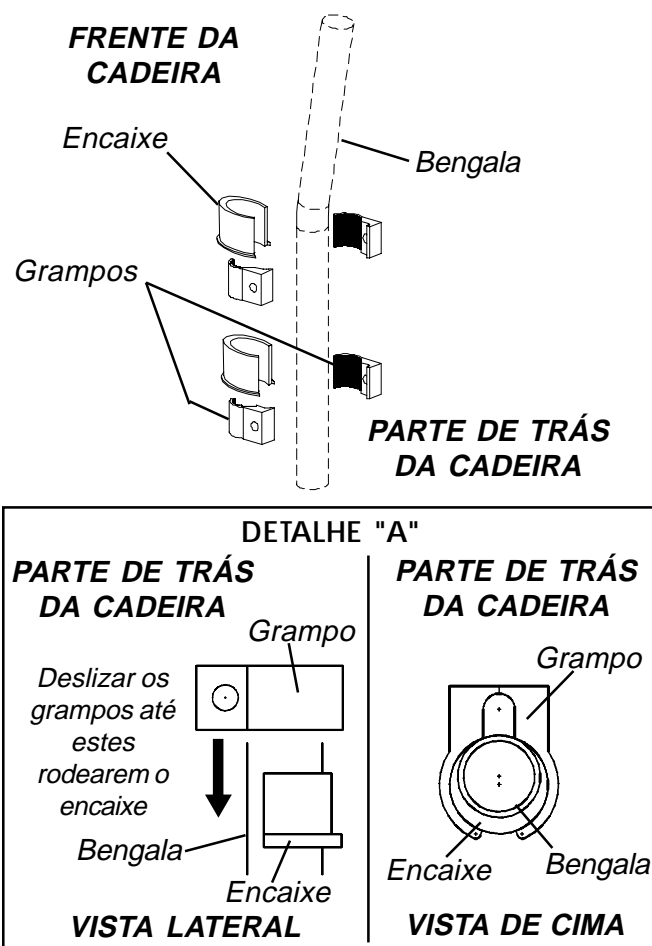

FIGURA 3 - INSTALAÇÃO EM CADEIRAS COM BENGALAS DE 22MM DE DIÂMETRO
- Os grampos estão soltos - ver a FIGURA 3.
### Instalação em cadeiras com bengalas de 22mm de diâmetro (FIGURA 3)
- Deslizar os grampos até estes rodearem o encaixe. Ver FIGURA 3 Detalhe "A".